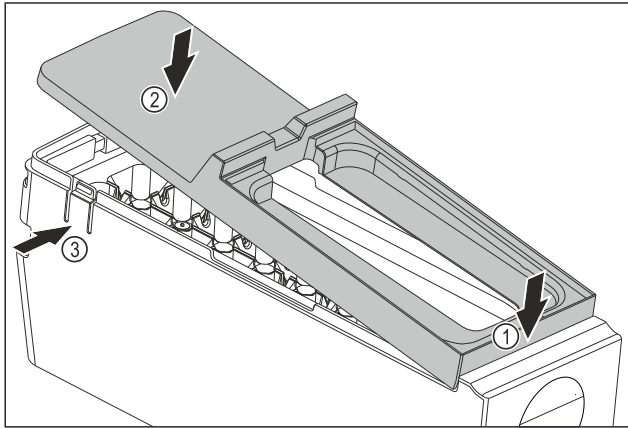

Fig. 114
- ▶ Montáž krytu korpusu EasyTwist-Ice: Kryt nasadíte vpredu. Fig. 114 (1)
- ▶ Kryt spustíte dozadu. Fig. 114 (2)
- ▷ Kryt počutelné zapadne od oboch strmeňov Fig. 114 (3).